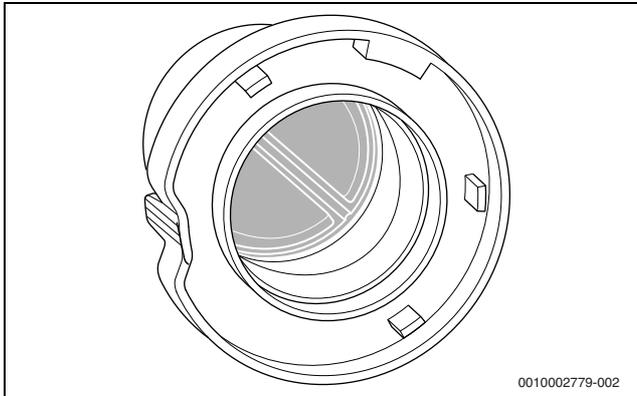

Bild 73 Membran in der Mischeinrichtung
- ▶ Mischeinrichtung ausbauen (→ Bild 73).